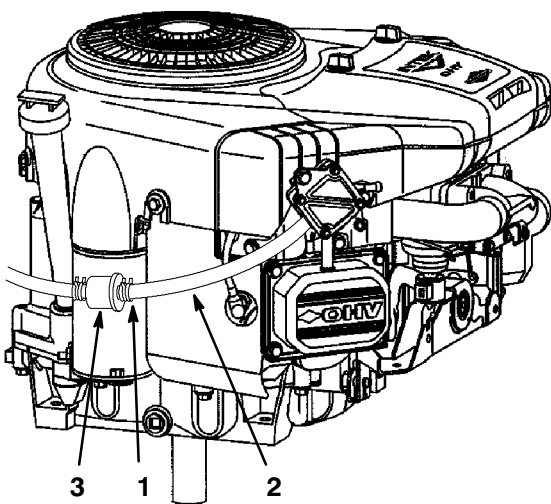

Figure 27
- Pincer les extrémités du collier de fixation et glisser le collier vers le haut de la conduite d'alimentation, en direction du réservoir d'essence (Fig. 27).
- Détacher du filtre la conduite d'alimentation (Fig. 27) et laisser l'essence couler dans un bidon à essence ou dans un bac de vidange.
Le meilleur moment pour remplacer le filtre à essence (Fig. 27) est lorsque le réservoir d'essence est vide. Ne jamais remonter un filtre sale après l'avoir enlevé de la conduite d'alimentation.
- Pincer les extrémités des colliers et faire glisser ceux-ci pour les éloigner du filtre (Fig. 27).